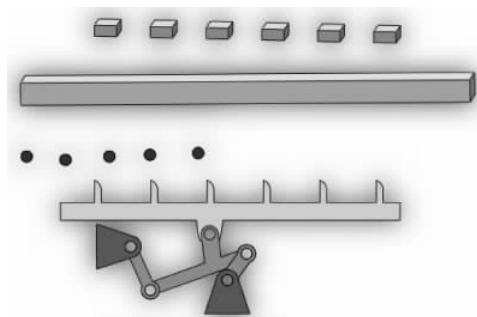

图 3-225 旋转零部件
(14) 为了便于进行配合约束, 旋转工作台和工件, 单击【装配体】工具栏中的  【移动零部件】下拉按钮 , 选择【旋转零部件】命令 , 弹出【旋转零部件】的属性设置, 此时鼠标指针变为图标 , 将零部件旋转至合适的位置, 单击【确定】按钮 , 如图 3-225 所示。